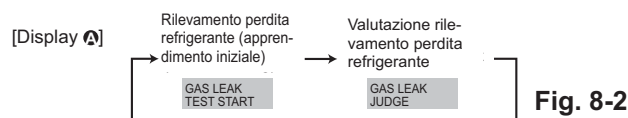

Fig. 8-2
- ② Premere il pulsante **CLOCK** e selezionare **[GAS LEAK TEST START]** (AVVIO TEST FUGA DI GAS). (Fig. 8-2)